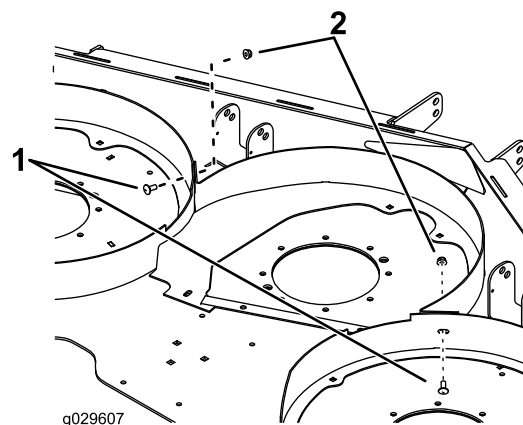

Figura 3
2. Montate, senza serrarli, gli alloggiamenti di sinistra e destra sull'alloggiamento centrale con 2 bulloni a testa tonda (5/16 x 3/4 poll.) e 2 dadi (5/16 poll.), come illustrato nella Figura 3.
4. Montate i 2 nastri di supporto e il deflettore sui 2 angoli posteriori con 8 bulloni a testa tonda (5/16 x 7/8 poll.) e 8 dadi (5/16 poll.), come illustrato nella Figura 3.